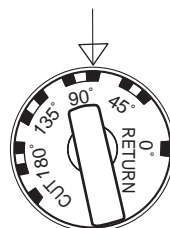
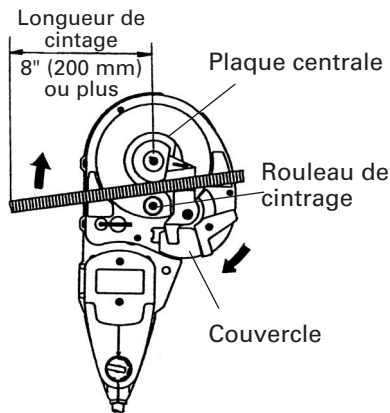
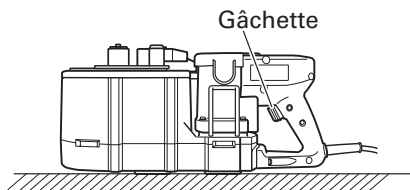

Fig. 13
Fig. 14
Fig. 15
Lors du cintrage de barres béton de #3 (3/8"), #4 (1/2") ou #5 (5/8") de diamètre, il y aura une différence dans l'angle de cintrage même si la bague est à la même position à cause de la différence d'épaisseur des barres béton. Modifier légèrement la position de la bague de réglage en fonction du diamètre de la barre béton, même si l'angle de cintrage est le même, comme indiqué à la Fig. 13.
- (1) Disposer l'outil par rapport à la table rotative comme indiqué à la Fig. 14.
- (2) Vérifier que le couvercle est bien fermé.
- (3) Placer la bague de réglage à l'angle voulu (Fig. 13).
- (4) Placer la barre béton sur la plaque centrale et la disposer exactement comme indiqué sur la Fig. 14.
- (5) Tirer sur la gâchette et cintrer la barre béton.
- (6) Continuer à tirer sur la gâchette jusqu'à ce que le moteur tourne en sens inverse et que le rouleau de cintrage commence à revenir en arrière. (Une fois que le rouleau de cintrage a commencé à revenir en arrière, il reviendra automatiquement jusqu'à la position d'origine, même si l'on relâche la gâchette.) (Fig.15)
Si la longueur de cintrage n'est pas suffisante, la barre béton peut se détacher pendant l'opération de cintrage, ou elle peut se briser en éclats qui pourraient s'éparpiller et être dangereux. (Fig. 14)